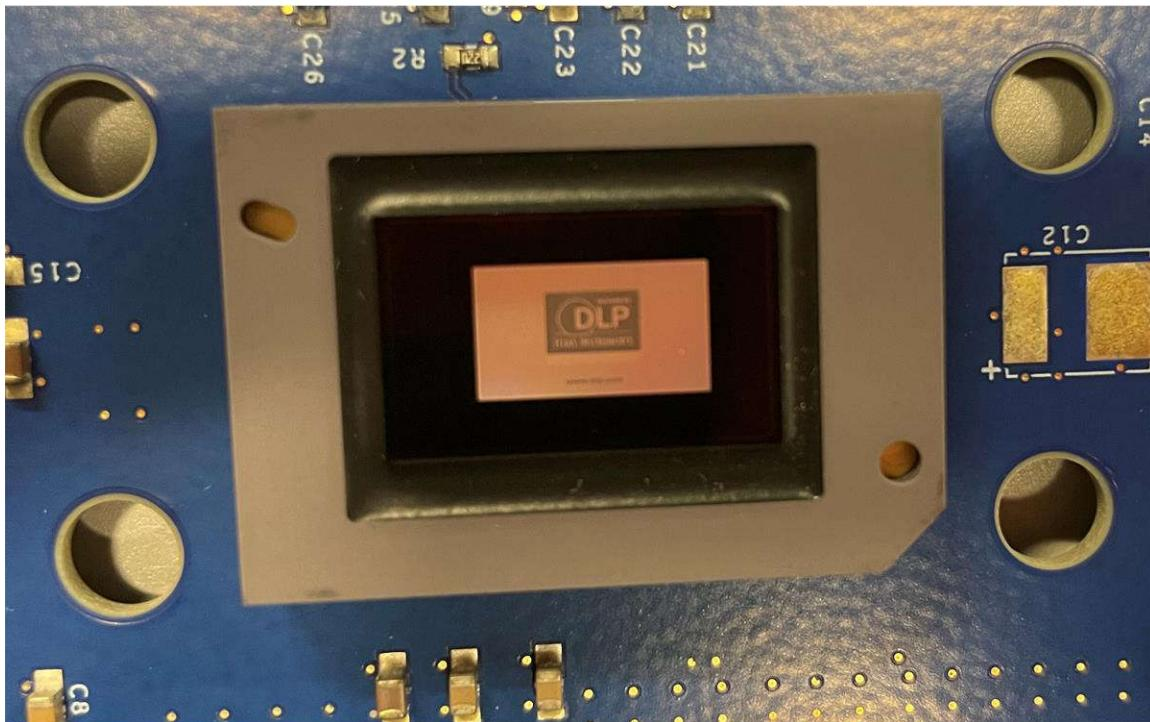

图 3-5. DMD 上显示的启动图像
- d. 按顺序将 SW5 和 SW1 开关切换至打开位置来打开 EVM。大约 3 秒钟后，用户可以看到 D5、D6 和 D7 LED 稳定亮起，D15 LED 闪烁。DLP 德州仪器 (TI) 标识应显示在 DMD 上；请参阅图 3-5。